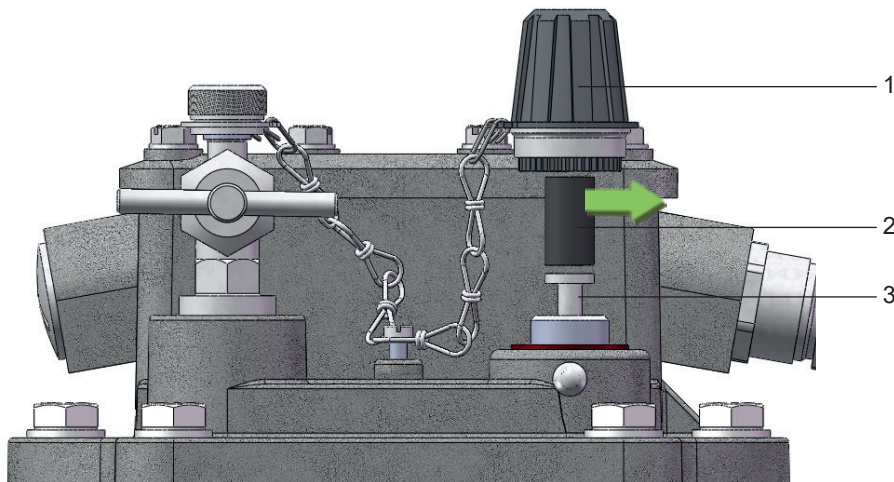

图13 - 运输保险装置的拆除
- 从测试按钮（图13中3）上拧下大闷盖螺母（图13中1）
- 从大闷盖螺母上取出运输保险装置（图13中2）